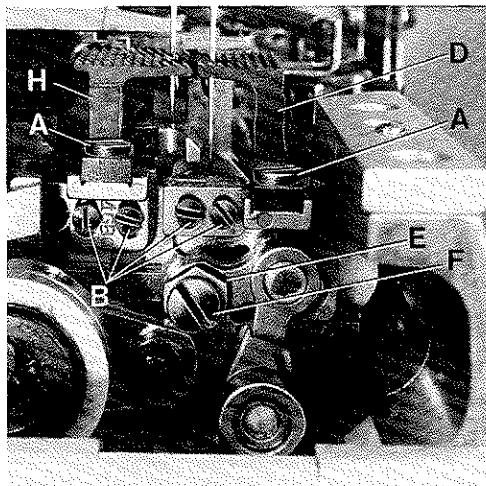

Fig.23
Assemble the main feed dog (H, Fig. 23) and the differential feed dog (D), tighten fastening screws (A) slightly. Insert the throat plate support with throat plate on the cylinder arm and center the feed dogs across-the-line-of-feed in the throat plate slots to have equal clearance on all sides. Now tighten screws (A) firmly.
Montieren Sie den Haupttransporteur (H, Fig. 23) und den Differentialtransporteur (D), ziehen Sie die Befestigungsschrauben (A) nur leicht an. Stecken Sie den Stichplattenträger mit Stichplatte auf den Zylinderarm und vermitteln Sie die Transporteure seitlich in den Stichplattenschlitzen so, daß sie an allen Stellen freigehen. Ziehen Sie die Schrauben (A) danach gut an.
For setting loosen screws (B, Fig. 23) and position the feed dog holders with the feed dogs to the correct height. Tighten screws (B).
In-line-of-feed the differential feed dog can be set to the front or to the rear to clear equally between the main feed dog and the front end of throat plate slot. For adjustment loosen screw (F, Fig. 23) and rotate eccentric (E) in operating direction until the correct setting is obtained. Retighten screw (F).
Zur Einstellung lösen Sie die Schrauben (B, Fig. 23) und schieben die Transporteurhalter mit den Transporteuren auf die gewünschte Höhe. Ziehen Sie die Schrauben (B) an. In Nährichtung kann der Differentialtransporteur entsprechend vor- oder zurückgestellt werden, damit er zwischen dem Haupttransporteur und dem vorderen Schlitzende der Stichplatte gleichmäßig freigeht. Zur Einstellung lösen Sie die Schraube (F, Fig. 23) und drehen den Exzenter (E) in Nährichtung, bis die richtige Einstellung erreicht ist. Ziehen Sie die Schraube (F) wieder an.